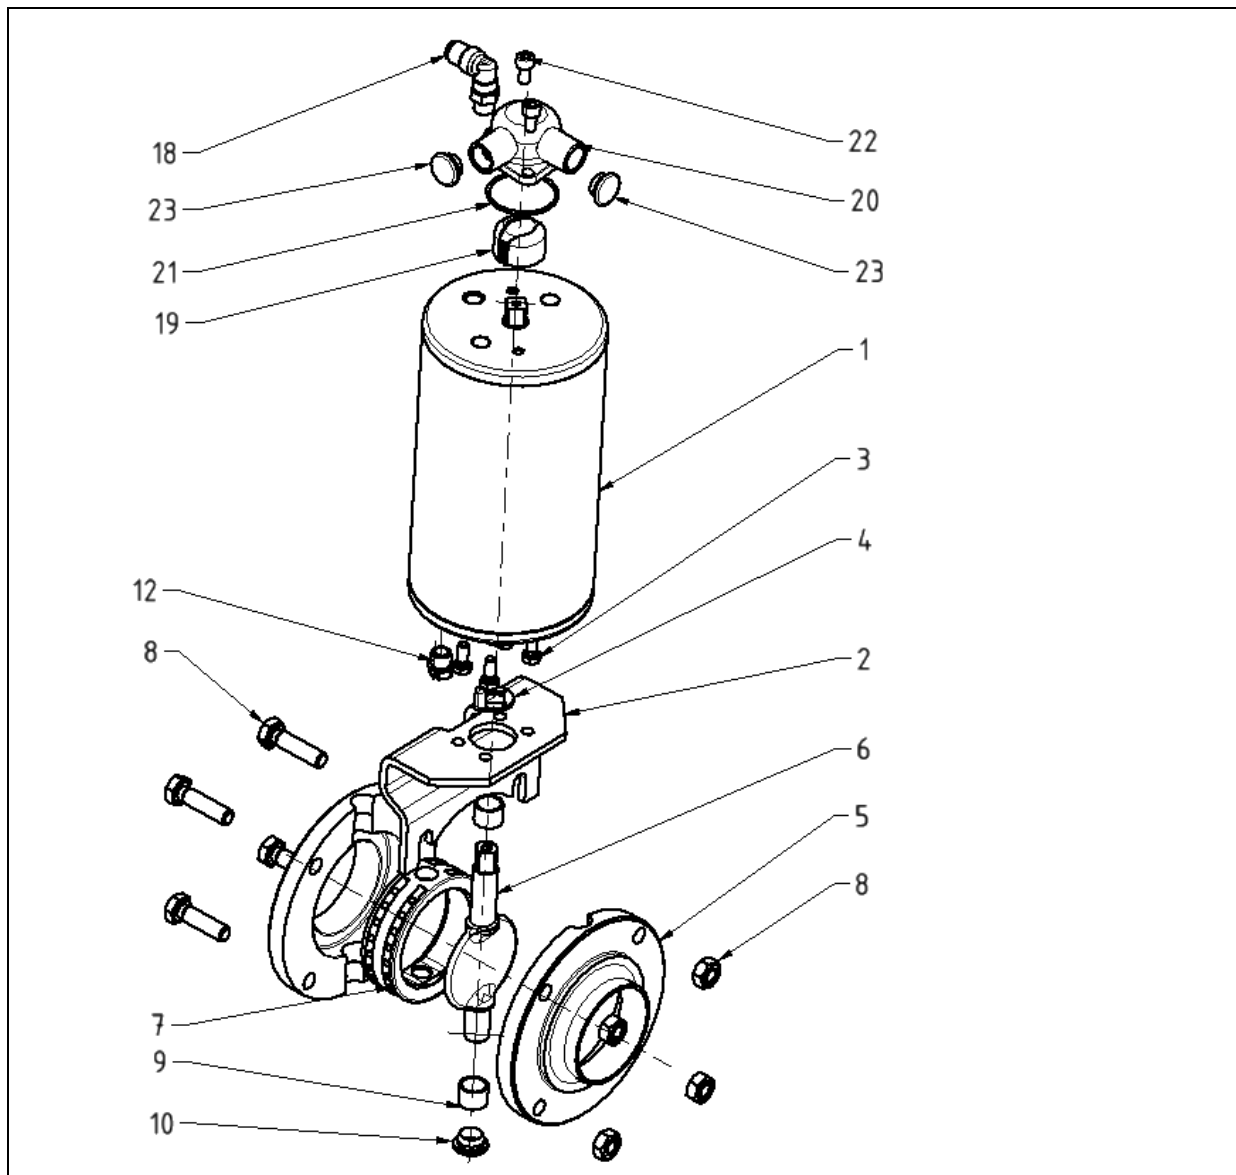

Abb. 6.3: Aufbau Scheibenventil mit pneum. Antrieb
- Trennen Sie den Druckluftanschluss (Abb. 6.3, Pos. 18) vom pneumatischen Antrieb.
- Entfernen Sie die Schraubengruppe (Abb. 6.3, Pos. 8).
- Ziehen Sie die gesamte Baugruppe ‚Pneumatischer Antrieb mit Haltekonsole‘ (Abb. 6.3, Pos. 1, 2 u. 3) in Achsrichtung ab.
- Ziehen Sie die Stellungsanzeige (Abb. 6.3, Pos. 4) in Achsrichtung ab.
- Trennen Sie die Flansche (Abb. 6.3, Pos. 5).
- Entnehmen Sie die Klappe (Abb. 6.3, Pos. 6) mit Dichtung (Abb. 6.3, Pos. 7) und Buchsen (Abb. 6.3, Pos. 9) aus dem Flansch.
- Ziehen Sie die Buchsen (Abb. 6.3, Pos. 9) von den Schäften der Klappe und ziehen Sie dann zuerst den kurzen Schaft der Klappe (Abb. 6.3, Pos. 6) aus der Bohrung der Dichtung (Abb. 6.3, Pos. 7), danach den langen Schaft.
- Kontrollieren Sie die Dichtung (Abb. 6.3, Pos. 7) auf Beschädigungen.
- Reinigen Sie die Klappe (Abb. 6.3, Pos. 6) einschließlich der Schäfte und fetten Sie die Dichtung (Abb. 6.3, Pos. 7) in der Lagerwellenbohrung mit zugelassenem Fett (Unisilikon 641, z. B. Firma Klüber) ein.
- Führen Sie den langen Schaft der Klappe (Abb. 6.3, Pos. 6) in die Bohrung der Dichtung (Abb. 6.3, Pos. 7) ein.
- Drücken Sie die Dichtung (Abb. 6.3, Pos. 7) zusammen und ziehen Sie diese über den kurzen Schaft.
- Schieben Sie die Buchsen (Abb. 6.3, Pos. 9) über die Schäfte der Klappe (Abb. 6.3, Pos. 6).
- Legen Sie die Klappe (Abb. 6.3, Pos. 6) mit aufgezogener Dichtung (Abb. 6.3, Pos. 7) und Buchse (Abb. 6.3, Pos. 9) in die Lagerwellenbohrung des Flansches bzw. Innenflansches (Abb. 6.3, Pos. 5).
- Setzen Sie den Gegenflansch vorsichtig, ohne die Dichtung (Abb. 6.3, Pos. 7) zu beschädigen, auf den Flansch auf. **HINWEIS:** Achten Sie darauf, dass die Bohrungen der Lagerwelle und der Verschraubungen exakt übereinander liegen. Verschrauben Sie Flansch und Gegenflansch. Achten Sie darauf, dass die längeren Schrauben für die Haltekonsole des pneumatischen Antriebs sind!
- Positionieren Sie die Klappe (Abb. 6.3, Pos. 6) in der Stellung ‚Geschlossen‘.
- Legen Sie die Stellungsanzeige (Abb. 6.3, Pos. 4) auf den Vierkant der Klappe (Abb. 6.3, Pos. 6) auf. Die Stellungsanzeige muss dabei in die gleiche Richtung wie die Klappe (Abb. 6.3, Pos. 6) zeigen. Achten Sie beim Einbau der Stellungsanzeige auf die Drehrichtung des Antriebs. Bei ‚Luft öffnend‘ (Standard, rechtsdrehend) dreht sich der Antrieb bei Blickrichtung auf den Vierkant nach rechts.
- Setzen Sie den Innenvierkant der Baugruppe ‚Pneumatischer Antrieb mit Haltekonsole‘ (Abb. 6.3, Pos. 1, 2 u. 3) passend auf den Vierkant der Klappe (Abb. 6.3, Pos. 6) auf.
- Setzen Sie die in der Haltekonsole (Abb. 6.3, Pos. 2) vorhandene Einfräsung auf das obere Schraubenpaar auf.
- Ziehen Sie die Schraubengruppe (Abb. 6.3, Pos. 8) über Kreuz mit einem Drehmoment (siehe folgende Tabelle) fest und schließen Sie den Luftanschluss (Abb. 6.3, Pos. 11) an den pneumatischen Antrieb an.
- Lösen Sie die Schraubengruppe (Abb. 6.3, Pos. 8) und richten die Haltekonsole (Abb. 6.3, Pos. 2) neu aus. Ziehen Sie danach die Schrauben wieder fest an.
- Lösen Sie die Sechskantschrauben M5 (Abb. 6.3, Pos. 3) und richten die Haltekonsole (Abb. 6.3, Pos. 2) neu aus. Ziehen Sie danach die Schrauben wieder fest an.